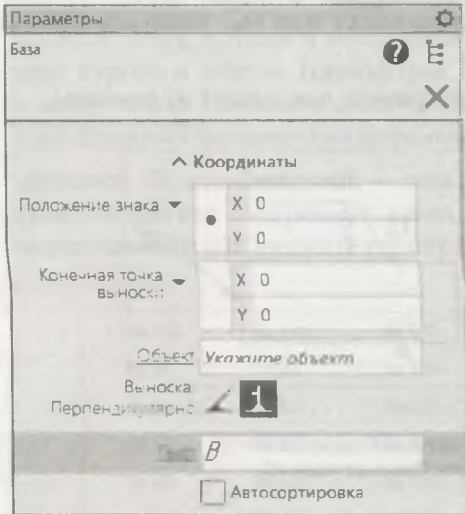

Рис. 13.8. Панель Параметры: База
- ♦ щелкните ЛК мыши по кнопке **База** на панели инструментов **Обозначение**. На панели **Параметры: База** (рис. 13.8) выберите следующие параметры: